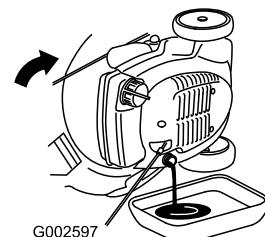

Figure 30
3. Inclinez la tondeuse sur le côté **droit** pour vidanger l'huile usagée par le goulot de remplissage (Figure 30).